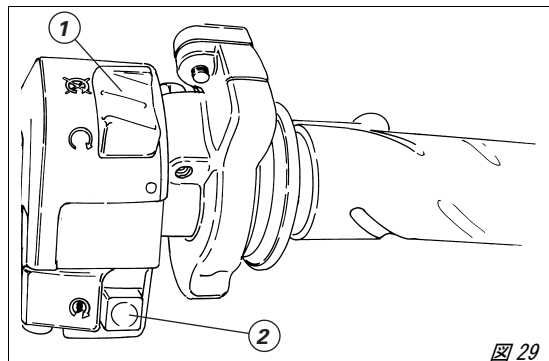

図 29
- 2) エンジン停止スイッチ (1, 図 29) が  (RUN) の位置になっていることを確認し、始動ボタン (2, 図 29) を押します。